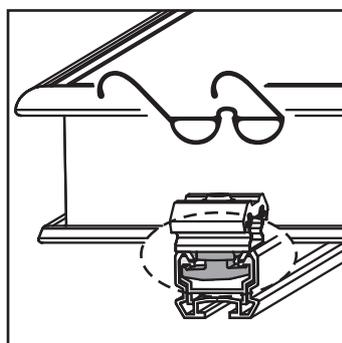

Fig. 3-24 Vérifiez la position du profilé de serrage inférieur
2. Vérifiez la position du profilé de serrage inférieur (fig. 3-24).